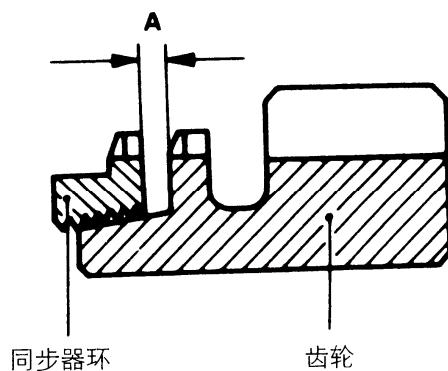

图 3-67 将同步器环啮入超速档齿轮
(14) 安装超速/倒档同步器环时，如图 3-67 所示，在安装超速档齿轮前，将同步器环啮入超速档齿轮。啮入时应保证间隙“A”。如果间隙“A”超出极限值，则应更换同步器环或齿轮，其极限值应为 0.5mm。
(2) 检查同步器环是否磨损, 内螺纹有无损伤。将同步器环装到各个齿轮的锥部, 检查同步器环端面与啮合齿之间的间隙 (见图 3-67)。如果间隙超过极限值 0.5mm, 则应更换同步器环和 (或) 齿轮。